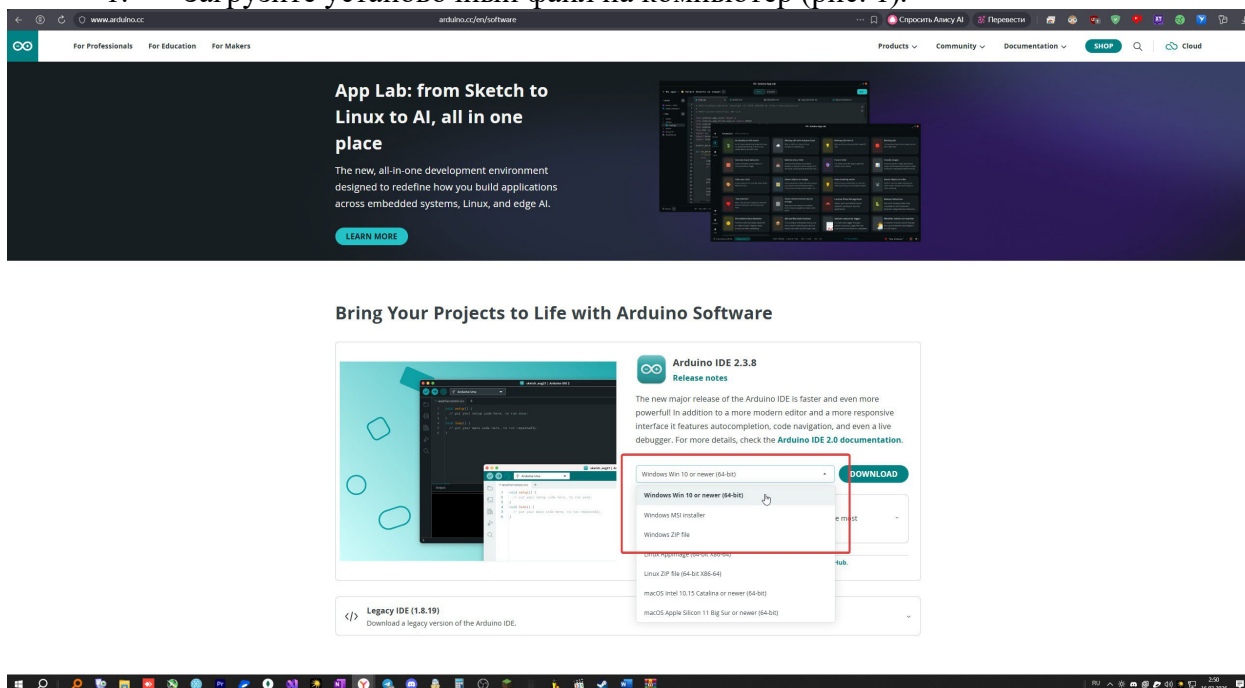

Рисунок 1. Страница загрузки Arduino IDE
Среда Arduino IDE доступна для скачивания на официальном сайте по адресу <https://www.arduino.cc/en/software> (рис. 1).
1. Загрузите установочный файл на компьютер (рис. 1).